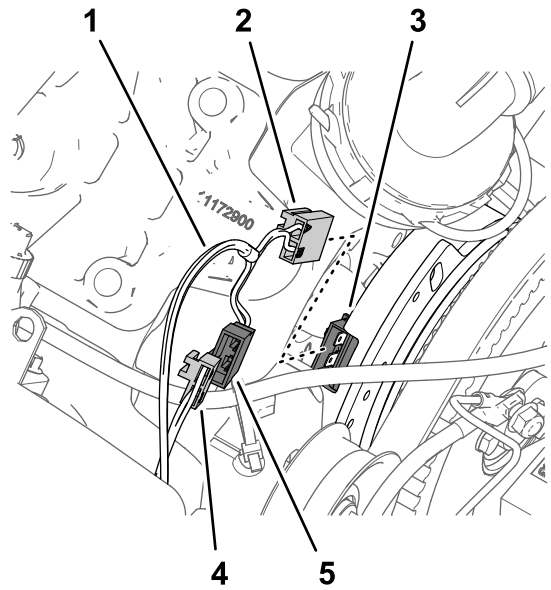

図 166
- キットのハーネスの枝線についている 2 ピンコネクタ 84cm の長さで PUMP CLUTCH というラベルがついているものを車両のワイヤハーネスの SPRAY PUMP COIL というラベルがついている 2 ソケットコネクタに接続する 図 166。
- キットのワイヤハーネスのうち、PUMP CLUTCH というラベルのついた 2 ソケットコネクタを、オルタネータの 2 ピンコネクタに接続する 図 166。